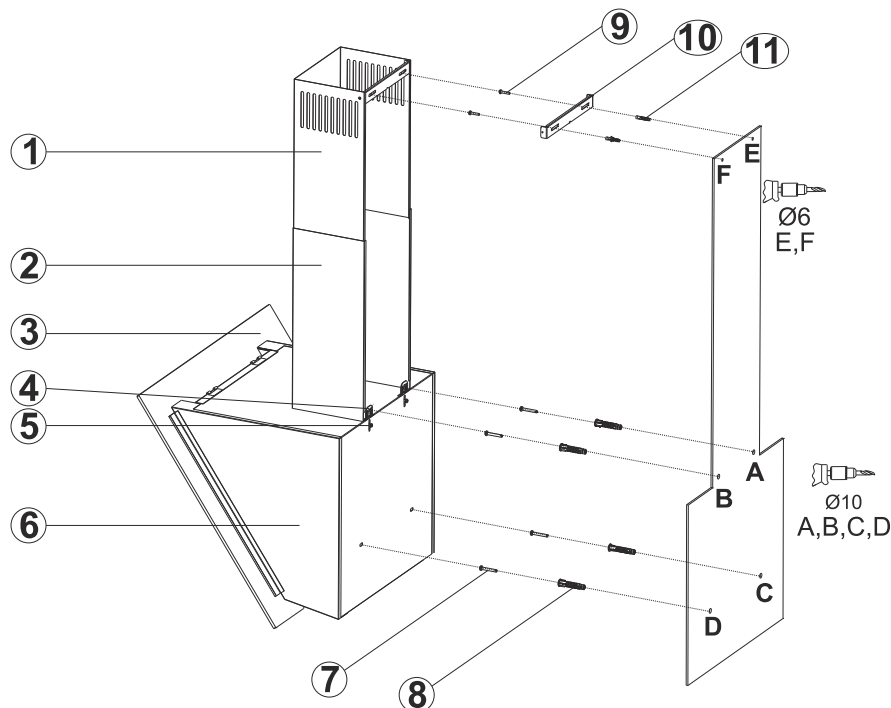

Fig. 11
- 1.** ➔ Allentare la vite di fissaggio della piastra di sospensione del prodotto (5), tirare la piastra di sospensione (4) verso l'alto e fissarla riavvitando la vite di fissaggio (Fig. 11).
- 2.** ➔ Montare la cappa con l'aiuto del schema di assemblaggio (Fig. 11).
- 3.** ➔ Fissare la dima di montaggio sulla parete all'altezza specificata (Vedere le distanze progettate minime e massime dal piano di lavoro). Perforare i punti A, B, C e D (Fig. 11).